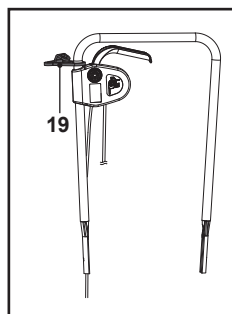

Fig. 3
- Placer le dispositif de retenue du cordon (19) au-dessus du boîtier d'interrupteur de sécurité (Fig. 3).
- Maintenir le guidon supérieur (4) de façon à ce qu'il soit positionné avec l'interrupteur de sécurité (1) orienté vers le haut. Aligner les trous de montage du guidon supérieur (4) sur ceux des guidons inférieurs (6).